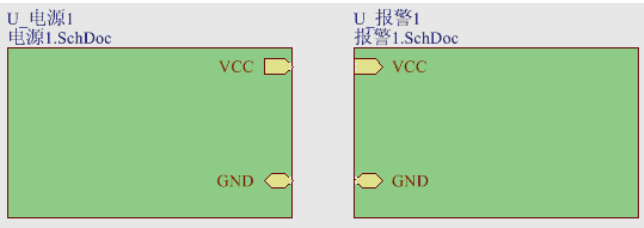

图 8-20 由原理图生成的子图符号
(4) 在图纸上单击，将其放置在图纸上。同样的方法将“报警 1.SchDoc”生成的子图符号放置在母图图纸上，如图 8-20 所示。